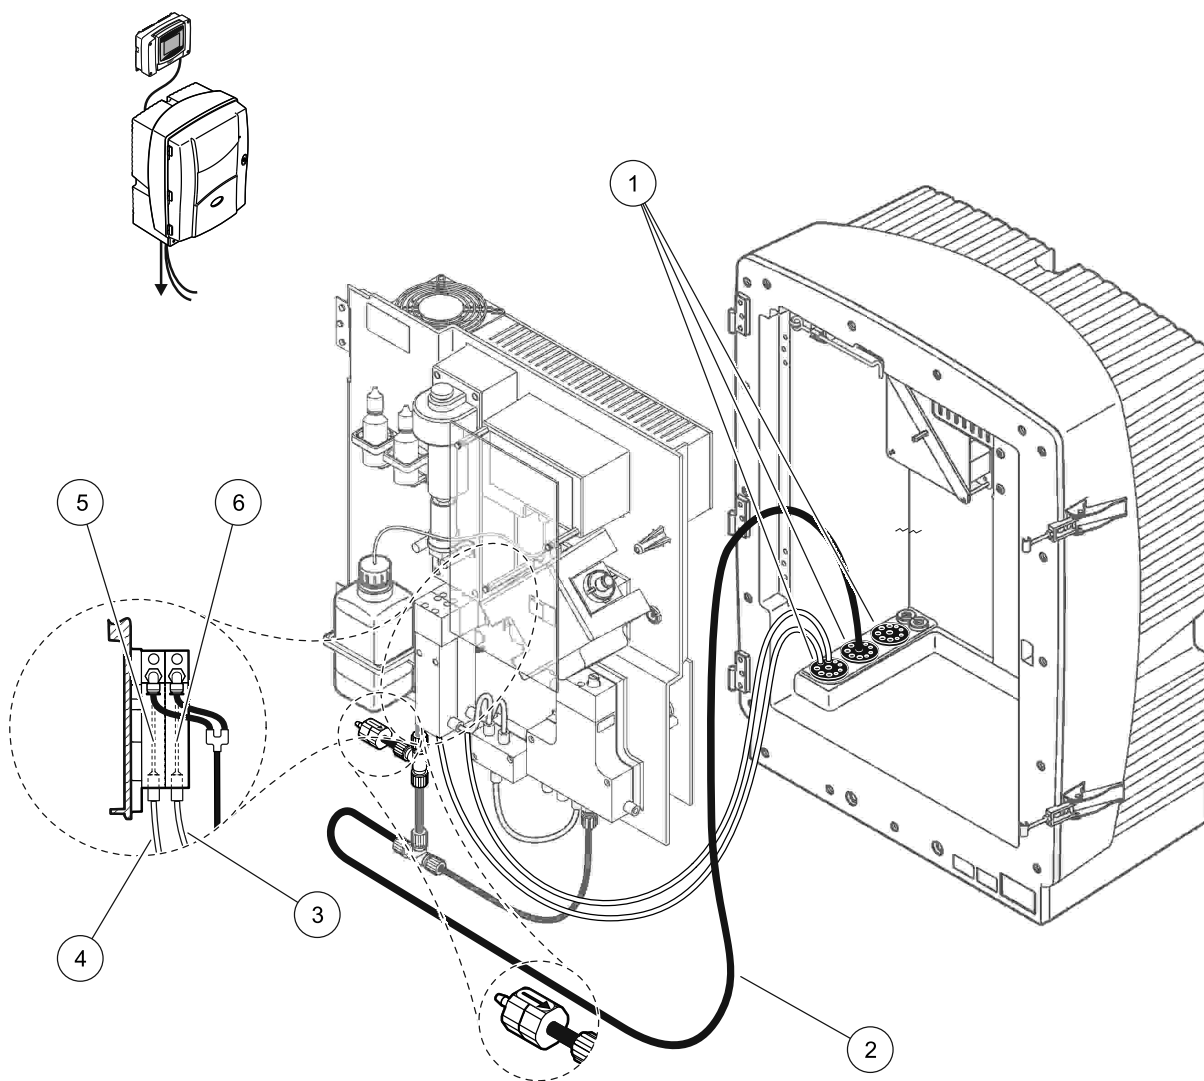

Рисунок 42 Монтаж версии 11а
Для версии 11а смотрите Рисунок 42 и следующие инструкции:
3. Пропустите дренажную трубку через анализатор, используя уплотняющую заглушку #3 (Рисунок 42, позиция 2).